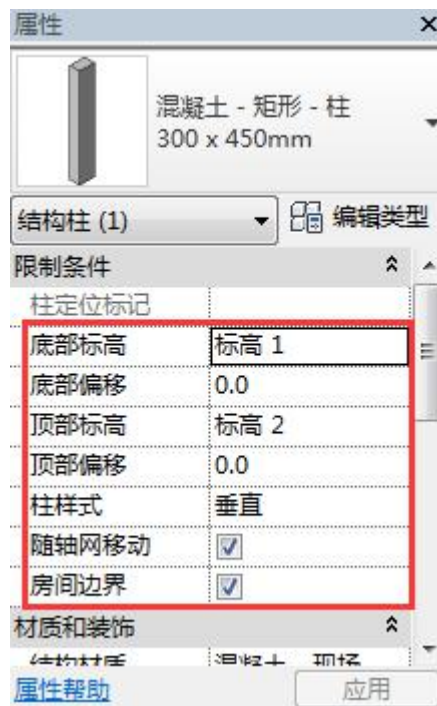

图 4 实例属性
例如，图 4 中，族“混凝土-矩形-柱”中的类型“300x450mm”的“底部标高”、“底部偏移”、“顶部标高”、“顶部偏移”等就属于实例属性参数。当选择某一个类型为“300x450mm”的图元修改这些参数时，仅影响当前选择的这一个实例图元，不影响其他未被选择的类型“300x450mm”图元。
**【注】**对“实例属性”的解释见“绪 Revit Architecture 软件概述”章节中的图 4。